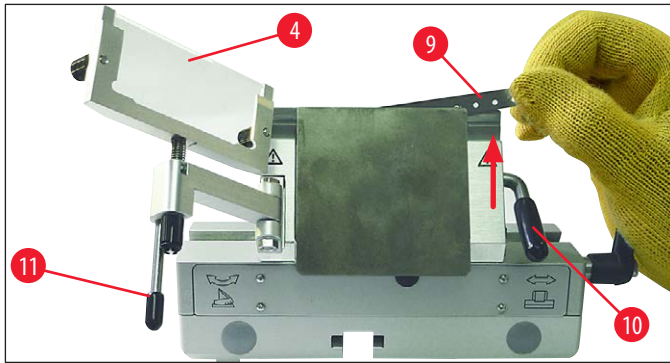

图 35
2. 逆时针转动打开锁杆 (→ 图 35-10) (→ "图 35")。